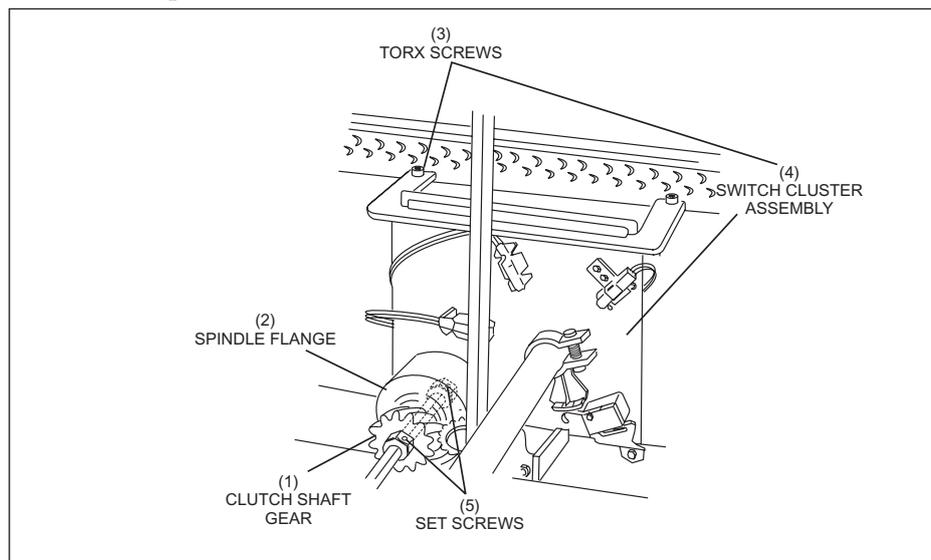

Figure 8-14. Démontage du matériel
1. Desserrez la vis de retenue à six pans creux de 3 mm qui fixe le pignon de l'arbre d'embrayage à l'arbre lui-même et faites le glisser vers l'embrayage des pinces de positionnement. *Figure 8-14.*